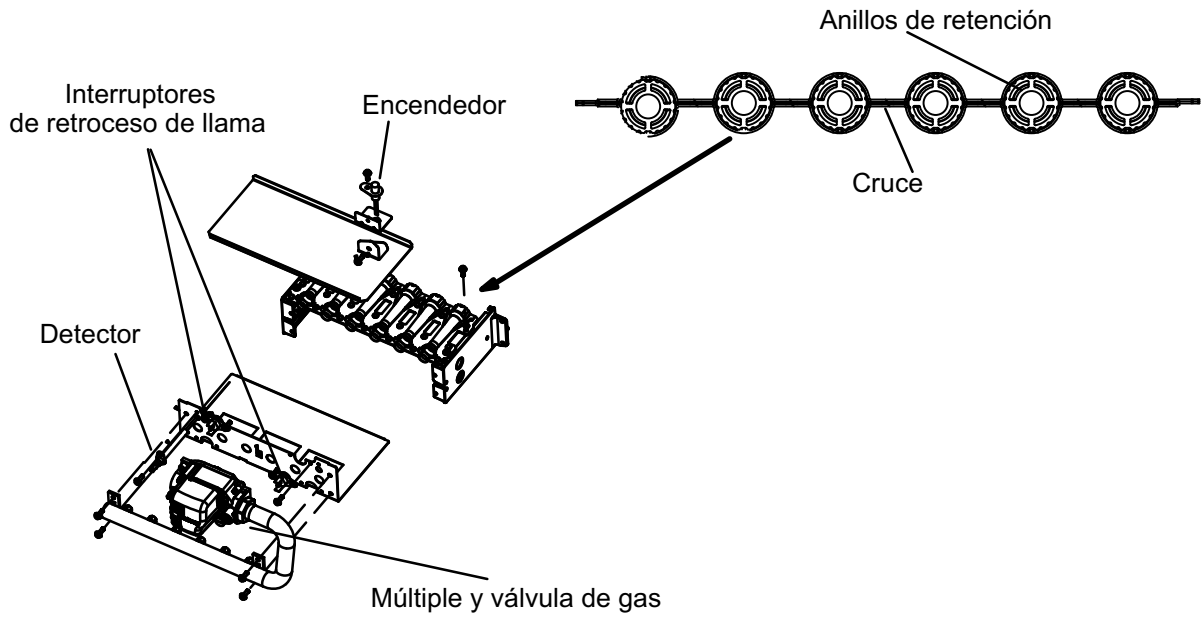

FIGURA 31
- 4 - Para limpiar los quemadores, utilice una aspiradora con un cepillo blando sobre la superficie de los quemadores. Inspeccione visualmente dentro de los quemadores y cruces para detectar algún bloqueo causado por materias extrañas. Quite cualquier bloqueo. La figura 31 muestra el detalle del quemador.